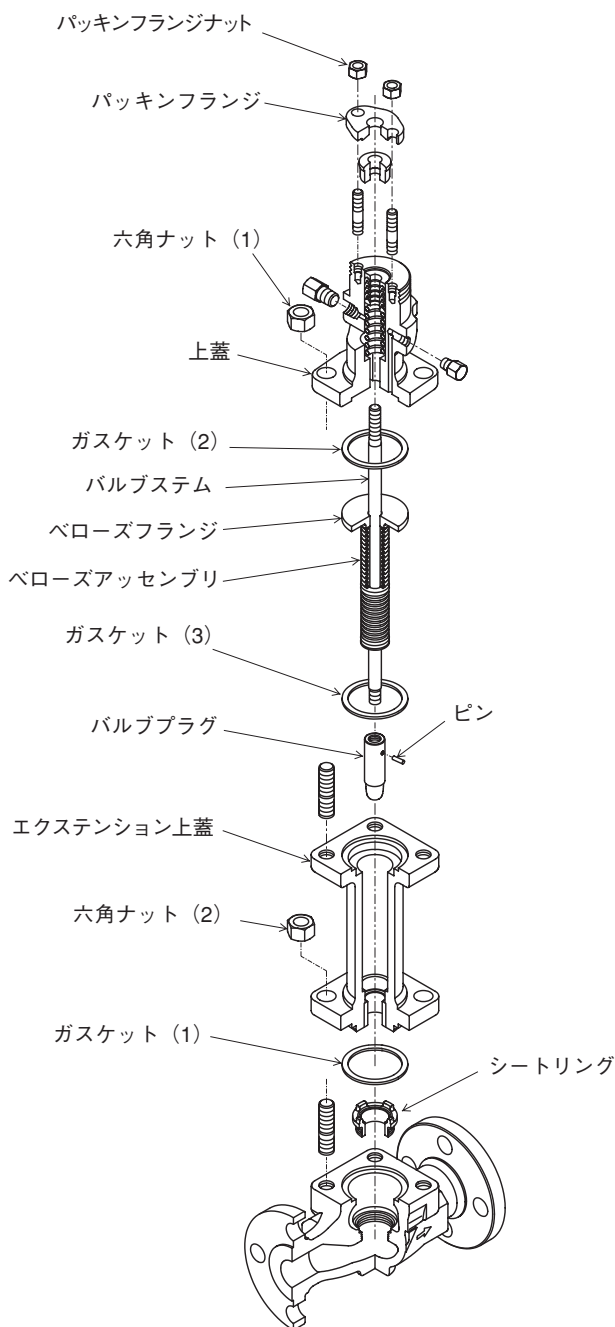
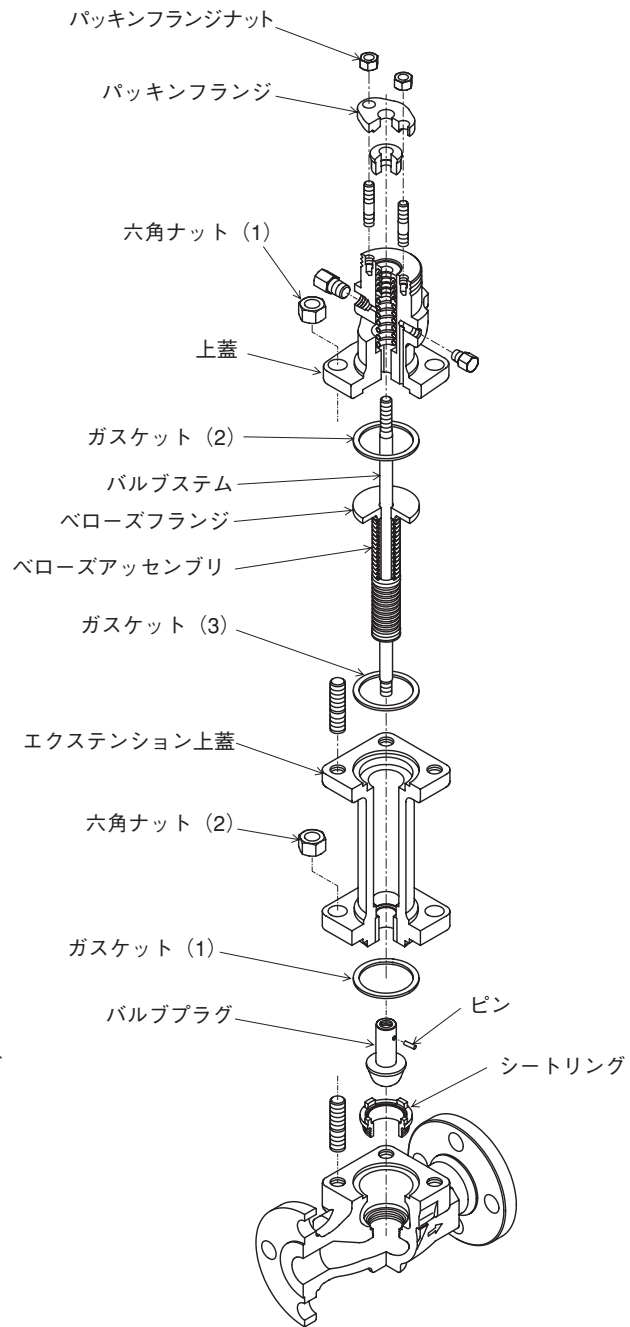

図6-1 HLS形 (Cv ≤ 4)
図6-2 HLS形 (Cv ≤ 6.3) およびPTFEインサートの場合
HLS形調節弁は弁のCv値により、またはPTFEインサートの有無によりポートの形状が異なるため、取扱方法が多少異なります。構造を図6-1、図6-2に示します。（図5-1参照）
- 【5】 エクステンションを止めている六角ナット (2) をレンチを用いて外し、エクステンションをステムごと本体から外します。
- 【6】 (6)-1 HLS、 $C_v \leq 4$ の場合 (図 6-1 参照)
(6)-2 HLS、 $C_v \geq 6.3$ および PTFE インサート形の場合 (図 6-2 参照)